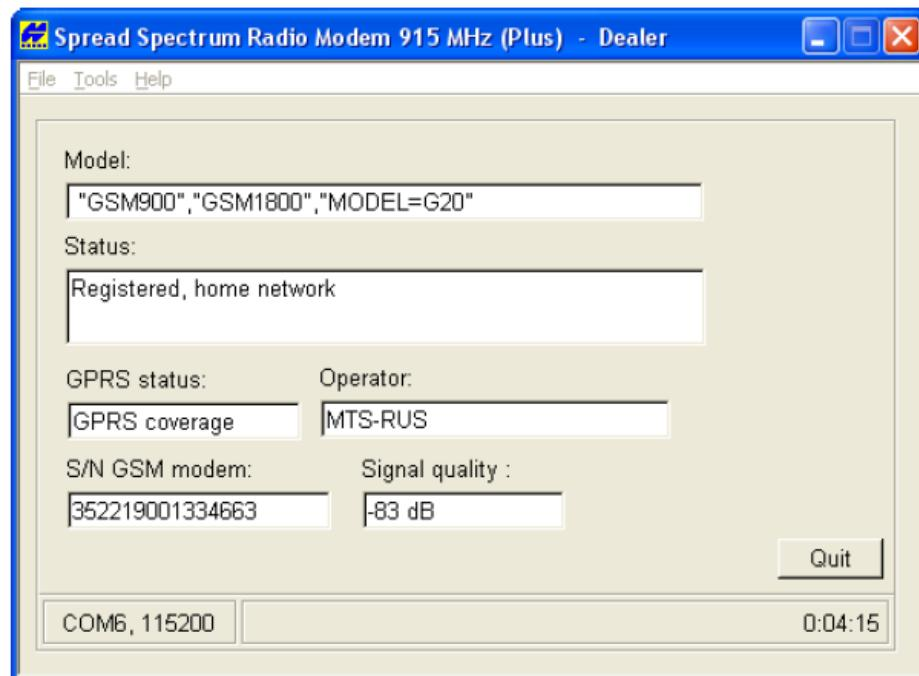

Рисунок 3-5. Отображение информации о модеме GSM
- Для отображения данных информацию о модеме GSM щелкните на кнопке *GSM info* (Данные GSM) (см. рис. 3-5). Выбор кнопки *Quit* (Выход) осуществляет возврат к вкладке *GSM*.